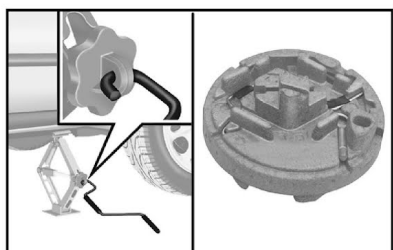

fig. 6
5) Introduzir a manivela de acionamento do macaco **fig. 6** e girá-la até que a roda a substituir fique a alguns centímetros do chão.